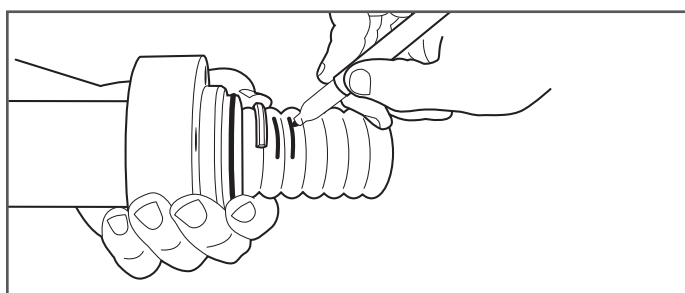

Figure 7-17
18. Marquez le tuyau DoubleTrac® pour la coupe finale. Une fois la section centrale du raccord appuyée contre le tuyau, placez une moitié d'anneau fendu dans l'ondulation la plus proche de la section centrale. Assurez-vous que l'anneau fendu tombe librement dans la première ondulation. Tracez une marque sur le sommet des deux premières ondulations passées l'anneau fendu (Figure 7-17).